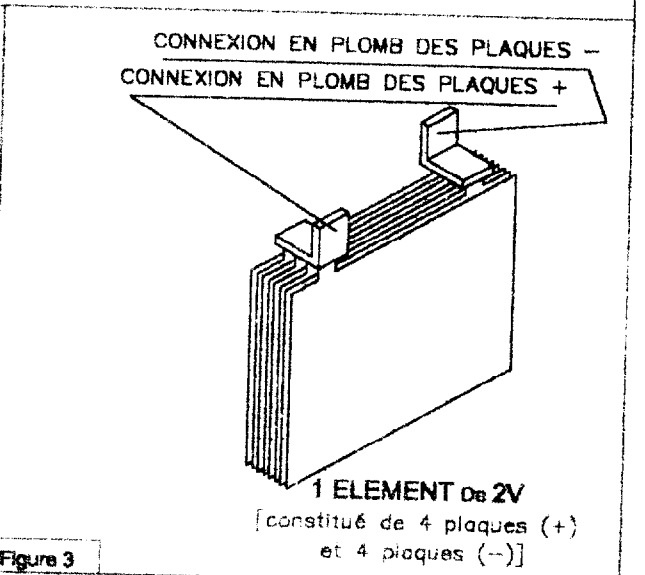
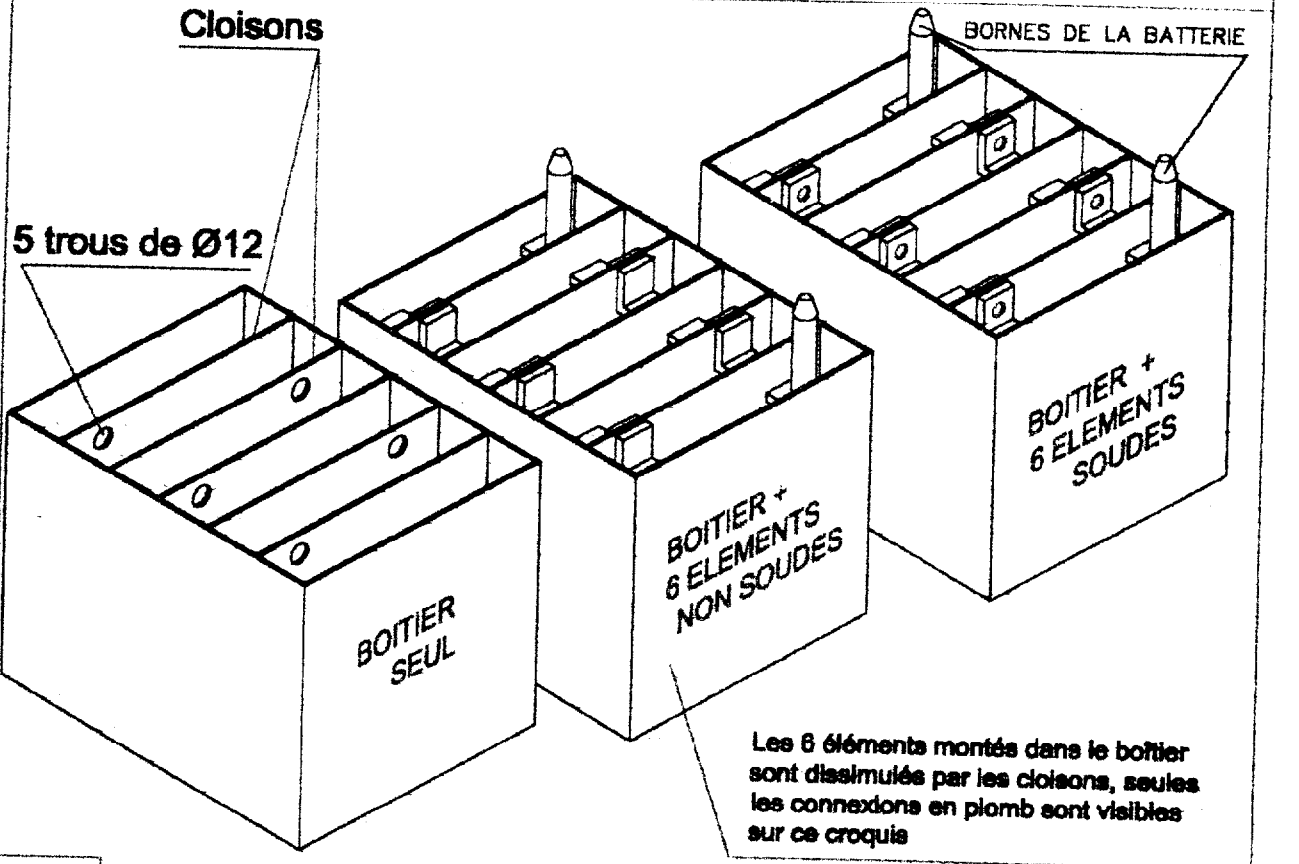

Figure 3
Figure 4
- Une batterie est constituée de 6 éléments de 2 volts montés en série (voir figure 4).
- Les 6 éléments sont introduits dans un boîtier à 6 cases (voir figure 4).
- Ces éléments sont connectés en série pour obtenir une tension de 12 V. Le soudage s'effectue entre les plots en plomb (voir figure 3) et à travers les 5 trous des cloisons du boîtier de la batterie (voir figure 4).
- La partie supérieure de ce boîtier est fermée par un couvercle traversé par 2 bornes, l'équipement électrique de la voiture sera raccordé sur les 2 bornes de la batterie. (voir figure 4).